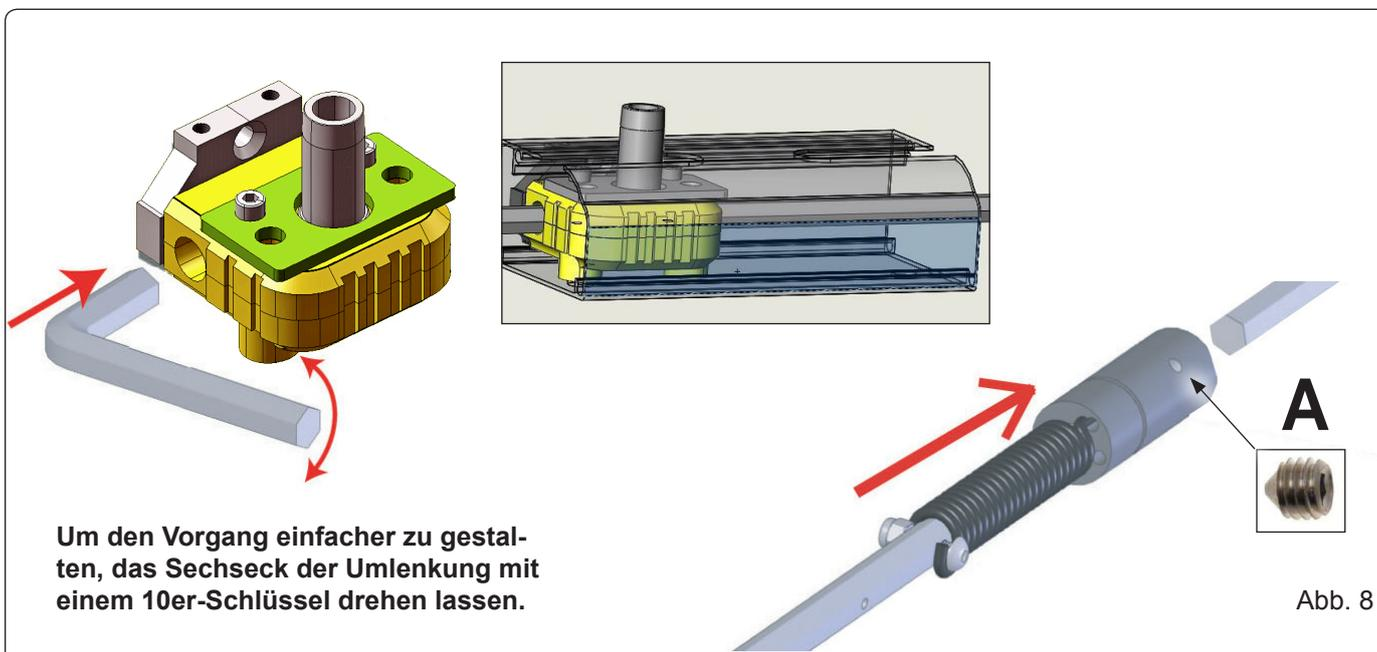

Abb. 8
- 3) Die Antriebsachse in den Motorrahmen einführen und den Stift (A) gut festziehen. (Abb. 8)